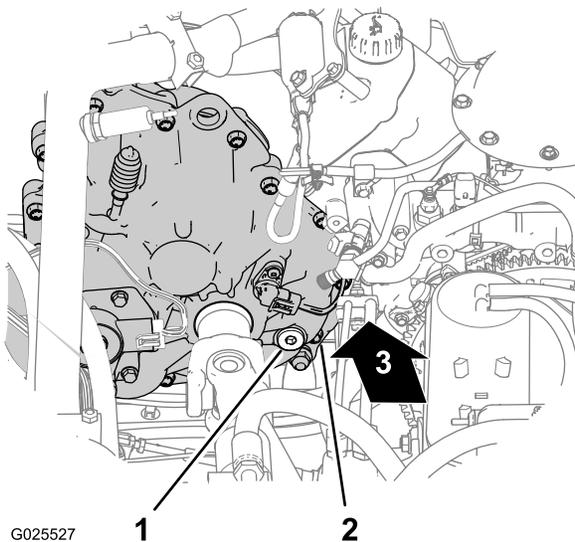
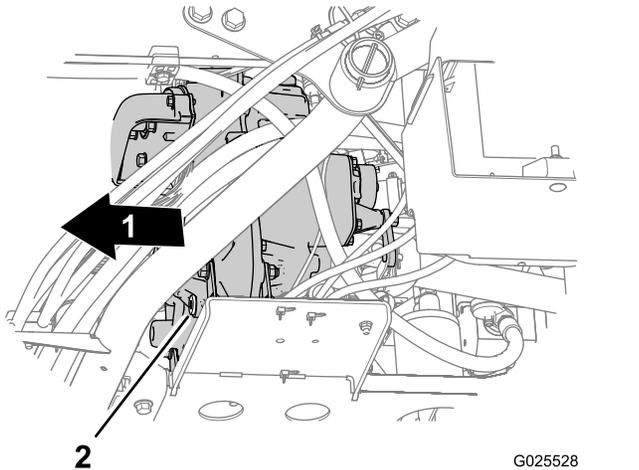

图58
图59
2. 找到变速箱后内侧区域的加油塞并找到变速箱前外侧区域的排放塞图58和图59。
3. 逆时针旋转加油塞并从加油口拔出然后从变速箱中取出图58。
4. 对齐排油塞下的排放盘图59。
5. 逆时针旋转排油塞并从排放口拔出然后从变速箱中取出图59。
6. 安装排油塞图59。
7. 通过加油口将 700ml Dexron VI 变速箱油加入变速箱图58。
8. 安装加油塞图58。